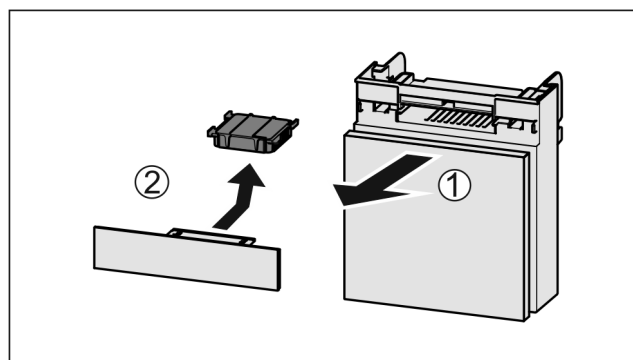

Fig. 185
- Predal izvlecite Fig. 185 (1) naprej.
- Odstranite Fig. 185 (2) aktivni ogljeni filter.